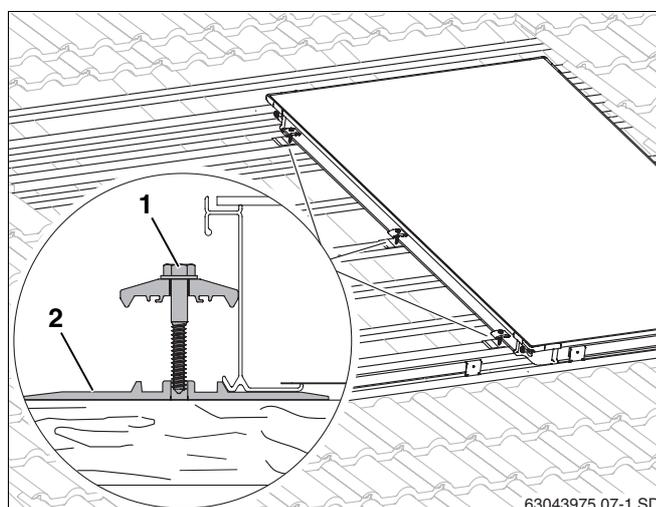

Fig. 26 Serre-flanc bilatéral sur le premier capteur
- Soulever le capteur légèrement et glisser le support (fig. 26, **pos. 2**) avec le serre-flanc bilatéral sur les 2^{ème} et 3^{ème} lattes supplémentaires ainsi qu'au milieu du capteur sur une latte existante sous le capteur de manière à ce que le rehaussement pousse contre le bord du capteur.
- Pour la vis (fig. 26, **pos. 1**) il faut prépercer avec une mèche de 4 mm. Pour le marquage, utiliser les entailles dans le support.